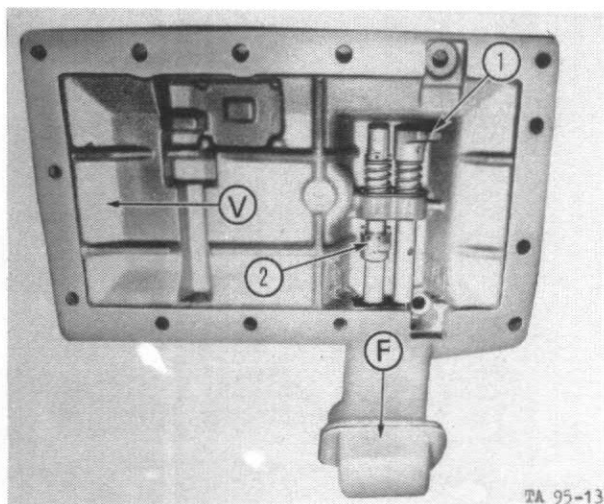
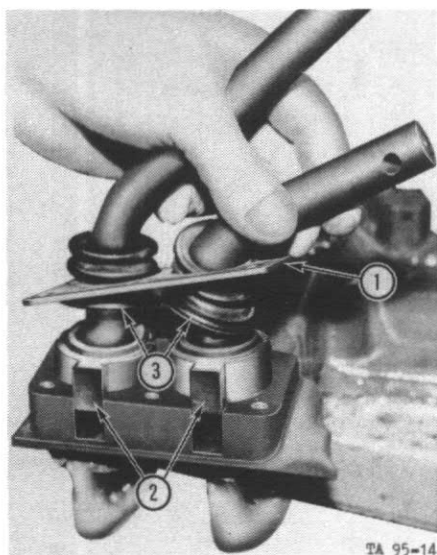

Figure 53
Figure 54
Ouvrez la chambre à graisse (F) - Fig. 53 et retirez la plaque de maintien (1) Fig. 54 (clé Allen de 5 mm). Soulevez l'ensemble des leviers.
Le remontage s'effectue dans l'ordre inverse des opérations de démontage, en vous guidant des figures. Remplissez la chambre (F) de graisse tous usages. Graissez les roulements à aiguilles. Aspergez les rotules de leviers et les demi-coussinets (2) Figure 54 avec un produit anti-grippage (NEVER SEEZ).